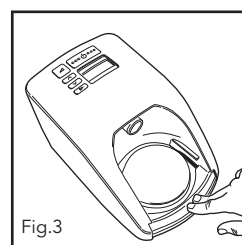
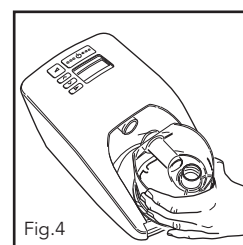

Fig.3
Fig.4
6. Pour attacher la chambre d'humidification au l'appareil, appuyer sur la protection et y glisser la chambre. (Fig.3) (Fig. 4).